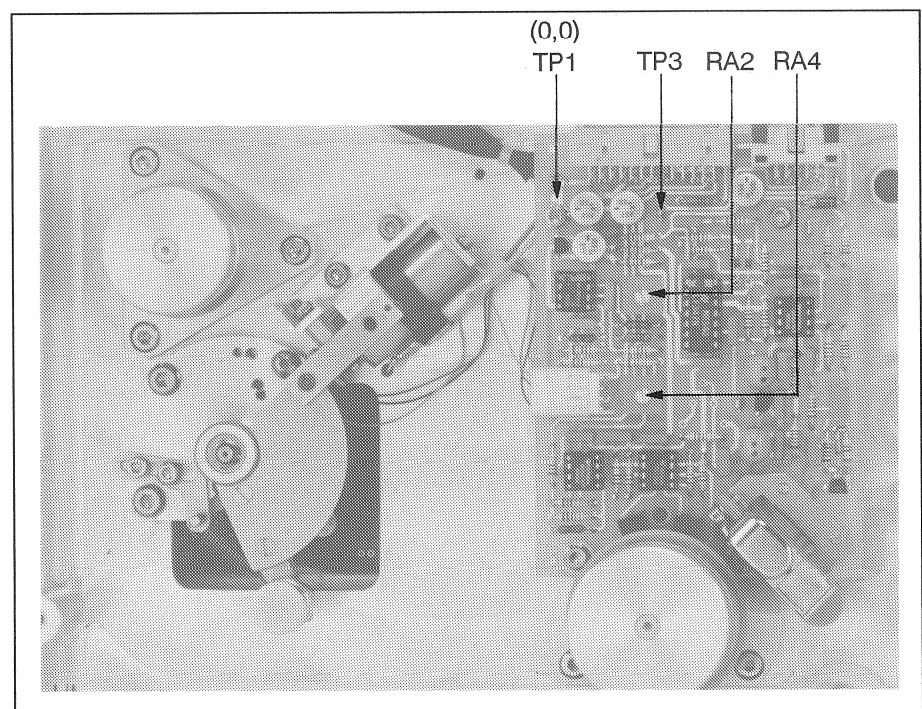
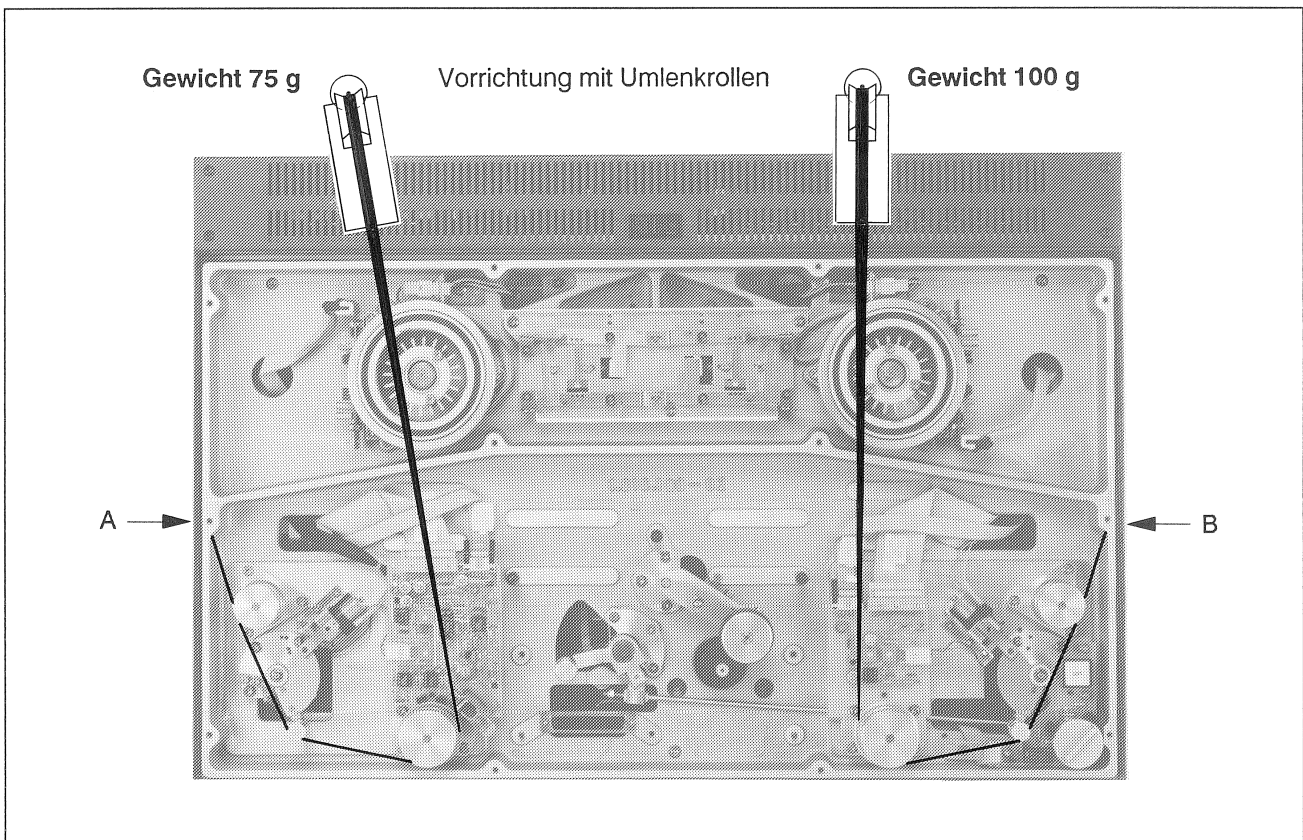

Fig. 3.4.11
Fig. 3.4.13 Arbeitspunkteinstellung der Bandwaagen
Tape Deck Sensor Left und right, siehe Text und Fig. 3.4.11 bzw. 3.4.12.
Siehe Fig. 3.4.11
Linke Bandwaage prüfen:	<ul style="list-style-type: none"> ■ In das Testprogramm (Kap. 2.6.3) einsteigen, mit UP-Taste auf Test 27 fahren und mit STORE-Taste aktivieren. ■ Rolle und Band nach Fig. 3.4.13 montieren. ■ Das Band am Punkt A einhängen. ■ 75g Gewicht einhängen und langsam loslassen. Die Bandwaage muss vom unteren Anschlag her in den Arbeitspunkt gehen (Hysterese). ■ Die Spannung am Testpunkt TP3 muss $1,08V \pm 0,05V$ (DC) (1,2V) sein (siehe Fig.3.4.11) ■ Das LC-Display soll "TTSL im Bereich 34 Hex. bis 43 Hex." liegen.
- Rolle und Band nach Fig. 3.4.13 montieren